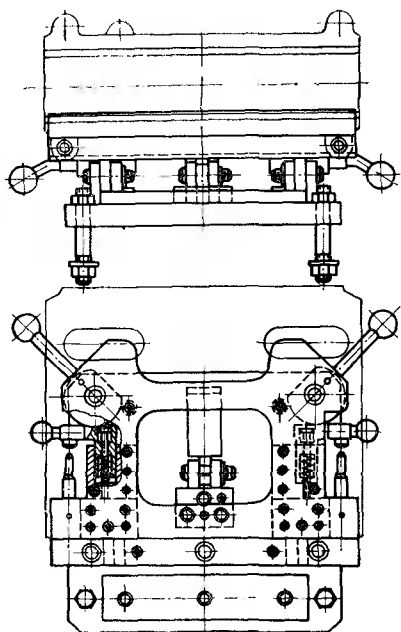
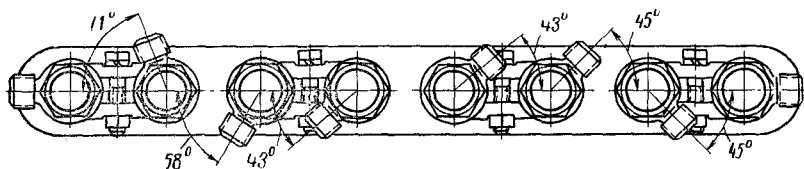

Рис. 59. Приспособление для разборки и сборки топливного насоса высокого давления
Рис. 71. Установка нишелей топливного насоса высокого давления
**Разборка, ремонт и сборка топливного насоса высокого давления.** Разбирать и собирать топливный насос высокого давления рекомендуется на приспособлении (см. рис. 59), исключающем деформацию корпуса насоса.
после установки нагнетательных клапанов затягивают штуцеры топливного насоса (момент затяжки  $10-12 \text{ кгм}$ ), предварительно смазав их дизельным маслом. После затяжки каждого штуцера проверяют легкость хода рейки. Заедание не допускается на всей длине хода рейки. Проверяют величину свободного хода рейки при неподвижных зубчатых венцах. Свободный ход должен быть не более  $0,17 \text{ мм}$  и проверяется относительно зубчатого венца каждого плунжера. Расположение соединительных ниппелей 37 (см. рис. 59) относительно горизонтальной оси топливного насоса должно соответствовать рис. 71;